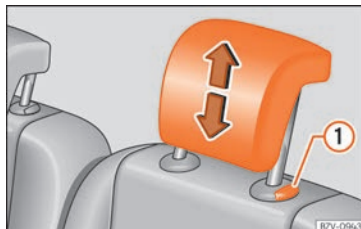

Abb. 134 Einbau der Kopfstützen der zweiten der dritten Sitzreihe.
- Kopfstütze bei gedrückter Taste »» **Abb. 134** ① ganz herausziehen.